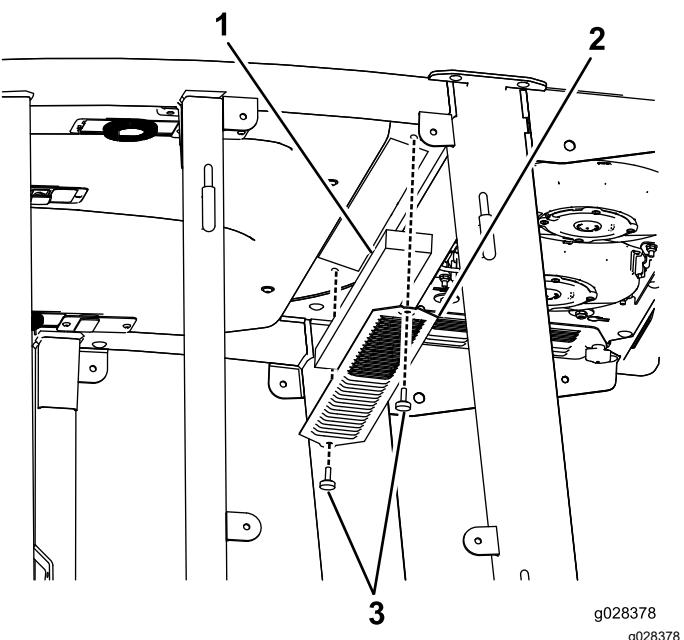
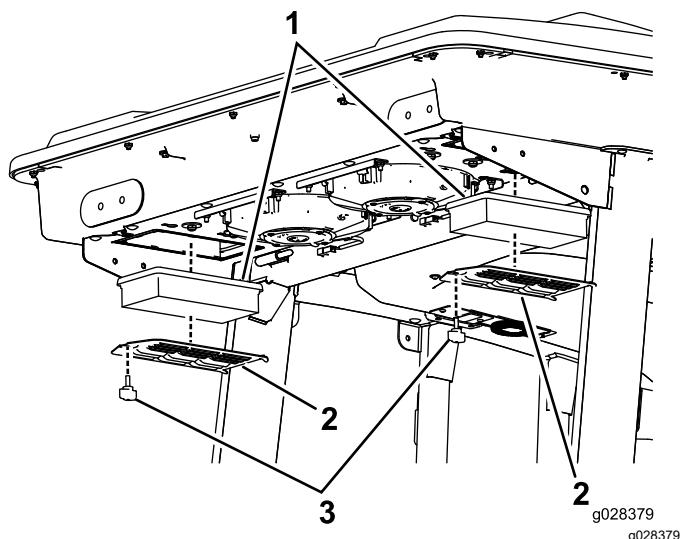

Figure 102
Figure 103
- Retirez les vis et les grilles des filtres à air intérieur et arrière de la cabine (Figure 102 et Figure 103).